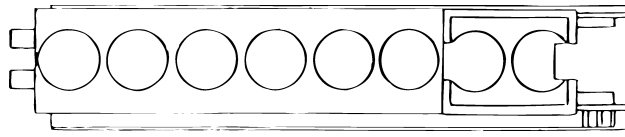

图 2-23
②、③ 的安装方法如 图 2-23 所示。
出厂时已如 图 2-23 所示安装。